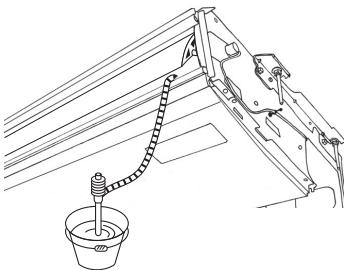

Fig. 5-3
1. Die mit der Anlage gelieferten Verbindungsrohrmuffen ⑤ am Auslauf der Anlage mit einem Klebemittel aus Vinyl Chlorid anbringen.
2. Die mit der Anlage gelieferten Rohrmuffenabdeckungen ⑥ an den Verbindungsrohrmuffen ⑤ befestigen.
3. Die Feldauslaufrohrleitung (VP-20) an den Verbindungsrohrmuffen ⑤ mit einem Klebemittel aus Vinyl Chlorid befestigen.
4. Die mit der Anlage gelieferten Rohrleitungsabdeckungen ⑦ (mit Klebeband) umwickeln.
- ④ Auslaufpfanne
- ⑤ Auslaufrohrleitung
- ⑥ Rohrmuffenabdeckung ⑥
- ⑦ Verbindungsrohrmuffe ⑤
- ⑧ Abdeckung der Auslaufrohrleitung ⑦
- ⑨ Einführungslänge 37 mm
5. Auf einwandfreien Auslauf überprüfen. (Fig. 5-3)